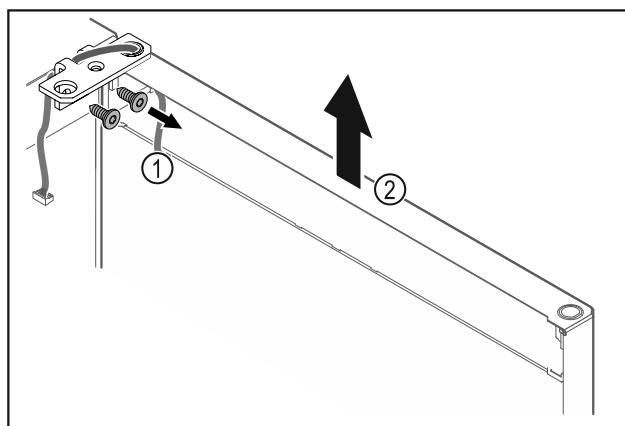

Fig. 21
► Odskrutujte uholník závesu Fig. 21 (1).
► Zdvíhnite dvere vrátane uholníka závesu Fig. 21 (2) cca 200 mm nahor a odoberte ich.